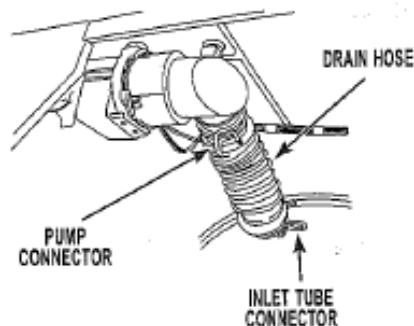

FIGURE 2
4. Unclamp the end of the drain hose from the failed pump motor and inlet tub connector. See figure 2.
4. Enlever la bride de fixation à l'extrémité du tuyau de vidange sur le raccord de la pompe défaillante et sur le raccord de connexion à l'entrée de la cuve. Voir figure 2.